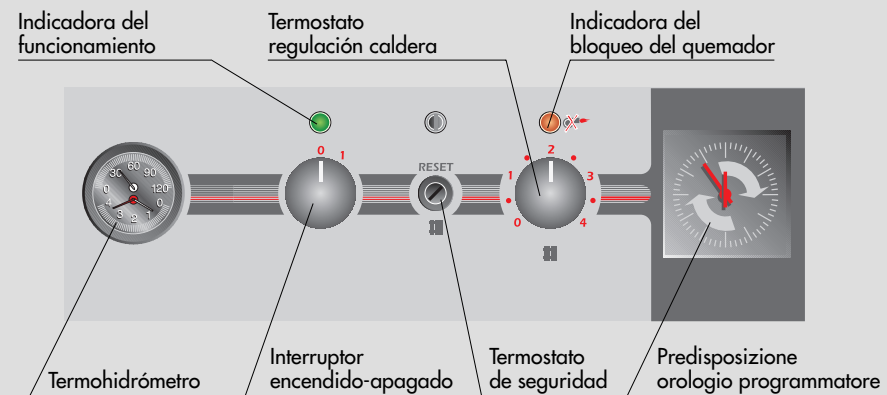

Fig. 2
- 2 regular el termostato de la caldera (Fig.2) al valor deseado;
- 3 cerrar el interruptor de la alimentación eléctrica de la caldera y el interruptor encendido/apagado (Fig.2) colocado en el panel de mandos.
Durante breves períodos de detención es suficiente usar el interruptor encendido/apagado (Fig.2) colocado en el panel de mandos.